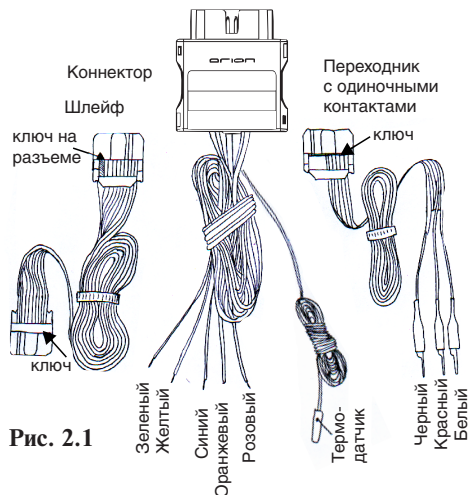

Рис. 2.1
**Внимание!** На разъемах шлейфа есть ключ (выступ), необходимо подключить один из разъемов шлейфа ключом, в соответствии с обозначением, к коннектору диагностической колодки, рис. 2.1, другой разъем подключить к бортовому компьютеру.
**ПЕРЕХОДНИК** с одиночными контактами, рис. 2.1, должен быть отсоединен от коннектора.
**ШЛЕЙФ** с двумя разъемами подсоедините к коннектору диагностической колодки, рис. 2.1, ключом, в соответствии с обозначением, шлейф подключается в гнездо с 10 штырями.
**КОННЕКТОР OBD II**, рис. 2.1, вставьте в разъем диагностической колодки OBD II, рис. 2.2, в автомобиле.
**ПЕРЕХОДНИК** - шлейф с разъемом и тремя контактами необходимо подключить ключом, в соответствии с обозначением, к коннектору диагностической колодки, рис. 2.1. Переходник подключается в гнездо с 6 штырями.
**ШЛЕЙФ** с двумя разьемами подсоедините к коннектору диагностической колодки, рис. 2.1, ключом, в соответствии с обозначением, шлейф подключается в гнездо с 10 штырями.
**ПЕРЕХОДНИК** - шлейф с разьемом и тремя контактами необходимо подключить ключом, в соответствии с обозначением, к коннектору диагностической колодки, рис. 2.1. Переходник подключается в гнездо с 6 штырями.